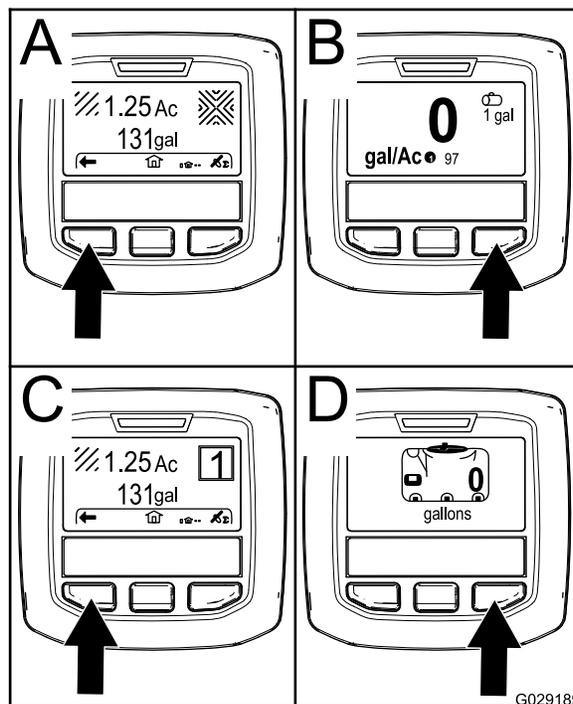

図 19
- 右ボタン: 散布済み総面積 図 19のA
- 右ボタン: 散布レート 図 19のB
- 左ボタン: 散布済み部分面積 図 19のC
- 左ボタン: タンク残量 図 19のD